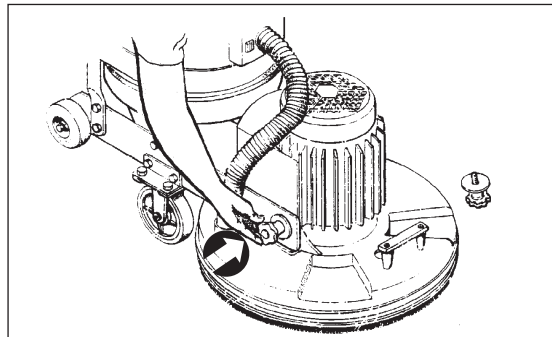

Abbildung 2
4. Entfernen Sie beide Handnuppen von der Schleifeinheit und trennen Sie die Schleifeinheit vom Wagenrahmen (siehe Abbildung 2).